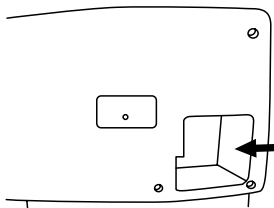

Fig.7
- Extraer la conexión red del alojamiento que está detrás del conjunto eléctrico de la freidora (Fig. 7).
- Para colocar la cesta-filtro posos (G), asegúrese que la maya del filtro quede por debajo de los sensores